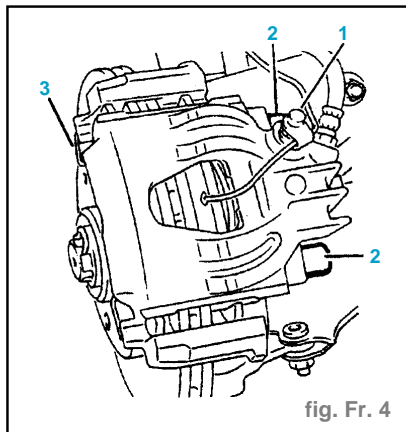

fig. Fr. 4
- Déposer (fig. Fr. 4):
- les obturateurs (1),
- les vis (2),
- les ressorts (3).
- Reposer les vis (2) (fig. Fr. 4).
- Reposer le ressort (3) (fig. Fr. 4).